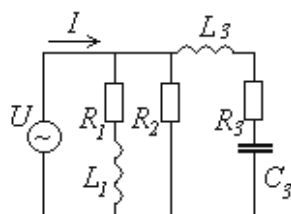

Рисунок 7
2. Определите ток в неразветвленной части цепи (рис.7), активную, реактивную и полную мощность всей цепи, если напряжение источника питания  $u = 282 \sin 314t$ . Постройте векторную диаграмму. Исходные данные в таблице 4.